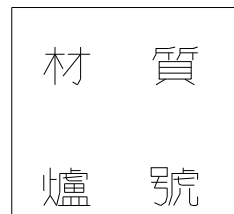

Fig.22
- 17.1 材质 : (Fig.22)
17.2 炉号 : (Fig.22)